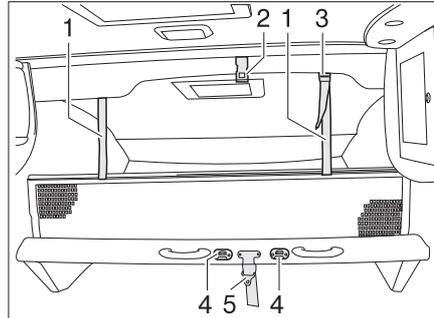

Fig. 151 Letto basculante, manuale
- Assicurare il letto basculante al soffitto (Fig. 151,2) mediante la cintura di ritegno (Fig. 151,5).
- Agganciare la scaletta di accesso al letto basculante con i due archetti incorporati nelle grappe (Fig. 151,4).
- Fare innestare i nastri di sostegno (Fig. 151,1) nei supporti sul soffitto (Fig. 151,2).